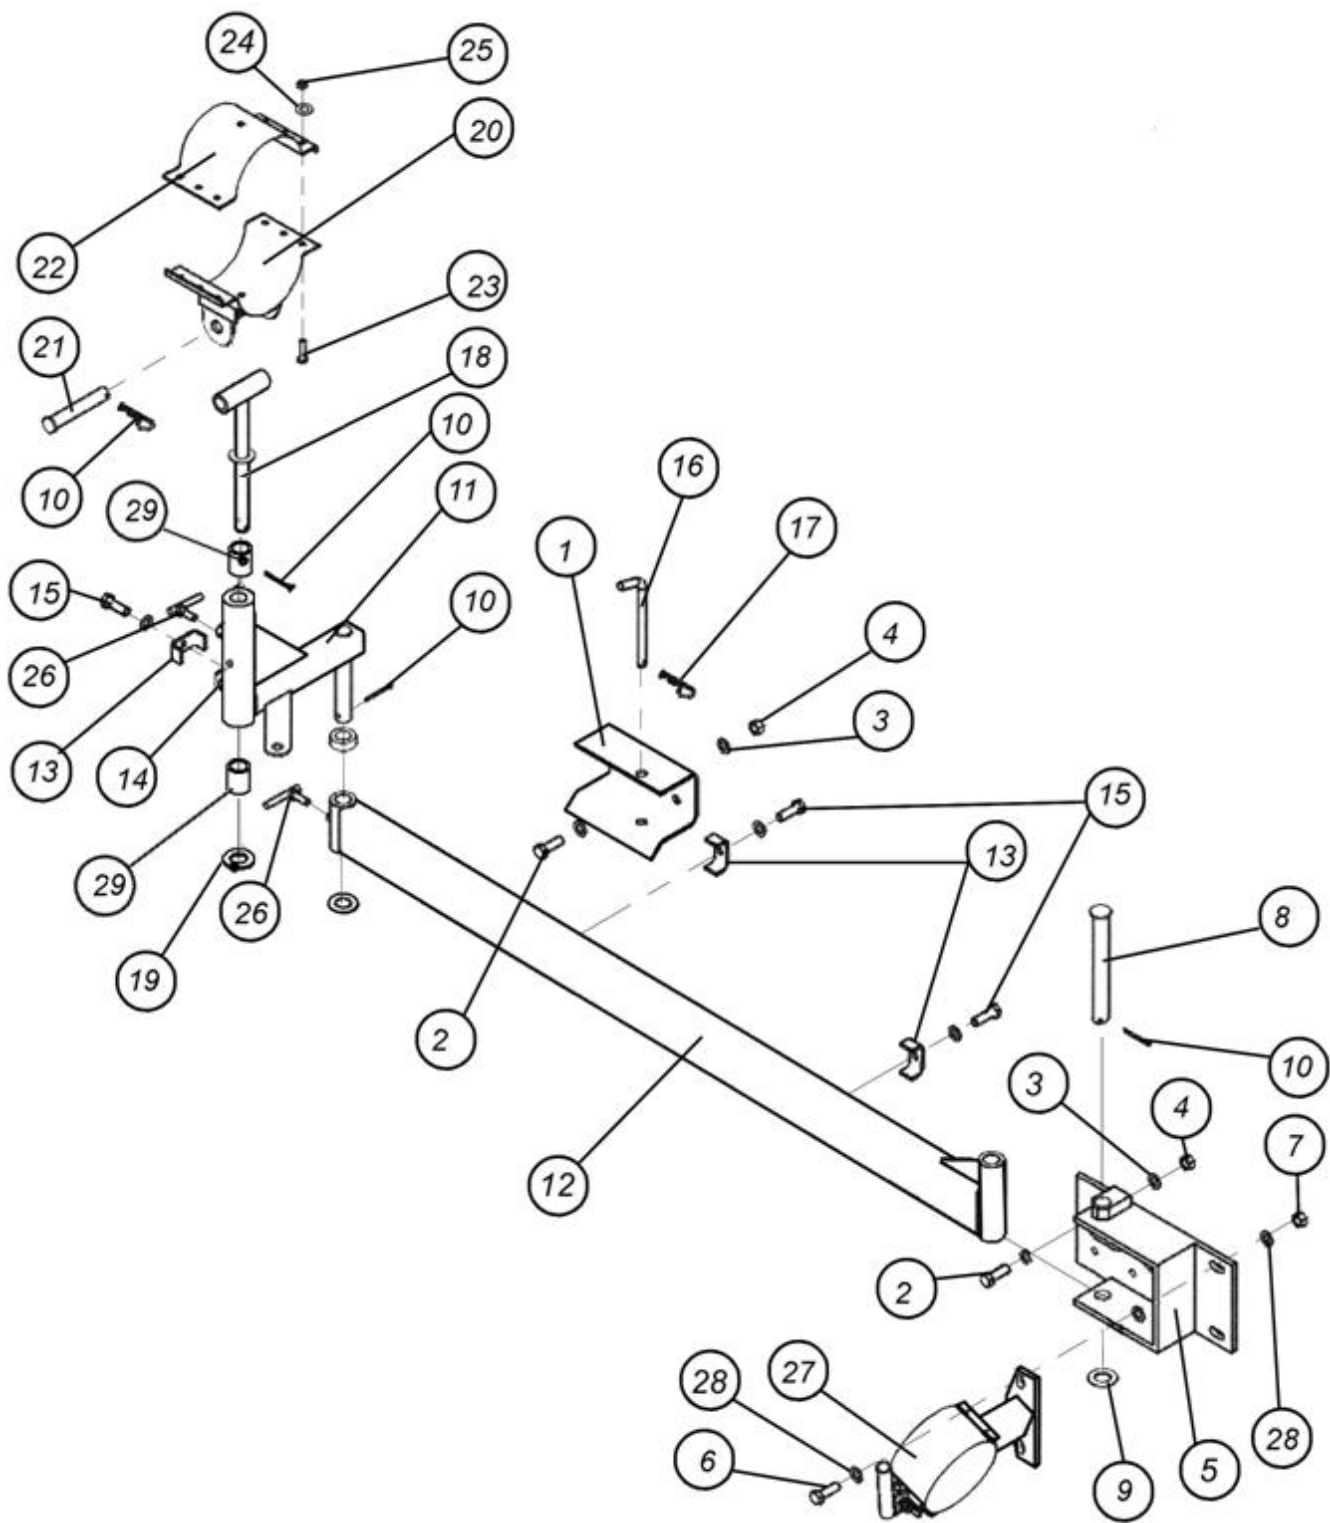

Рис. 7.2.17.1. Манипулятор шнека
7.2.17.1. Манипулятор шнека Ø224 (бункер V=10м3) (рис. 7.2.17.2)